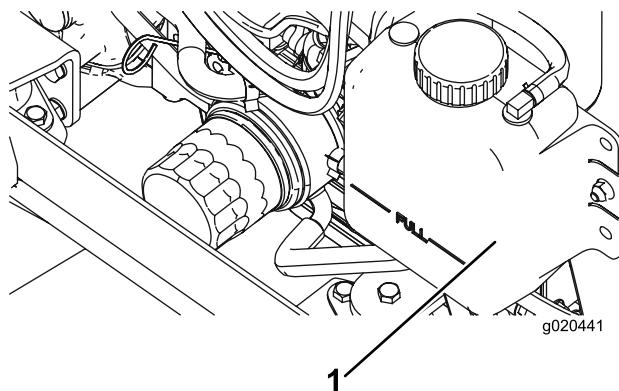

Figure 109
- Retirez le bouchon du radiateur et le bouchon du vase d'expansion avec précaution (Figure 109).